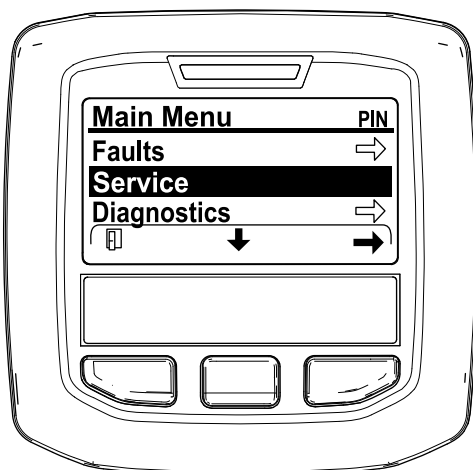

Figura 44
2. Vá até ao MENU PRINCIPAL, prima o botão central para ir até ao MENU DE MANUTENÇÃO e prima o botão direito para selecionar a opção de MANUTENÇÃO (Figura 44).